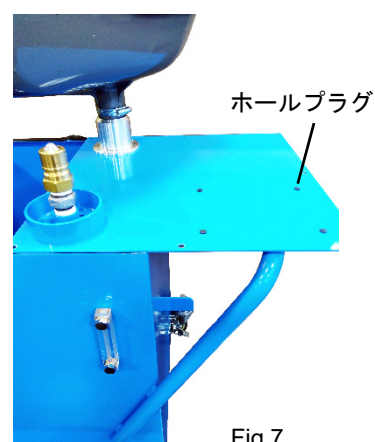

Fig.7
(Fig.7)
- 7) 蓋のダイヤフラムポンプ取付穴のホールプラグ (4 か所) を取り外してください。(Fig.7)